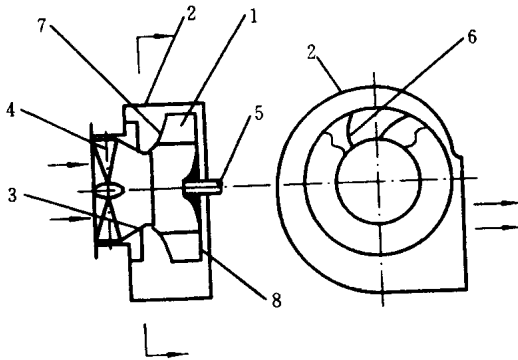
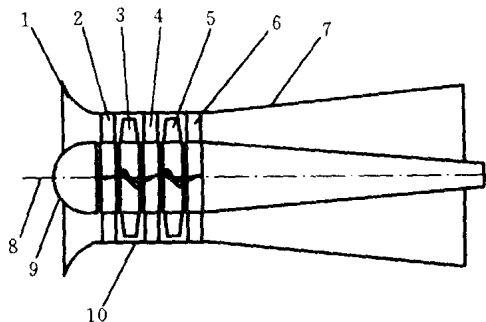

图 1-5 单级、单侧进风离心通风机示意图
图 1-6 两级轴流通风机示意图
(1) 根据风在叶轮内部的流动方向可分为离心式(气体沿轴向进入叶轮,在叶轮内转为径向流出,如图 1-5 所示)和轴流式(气体沿轴向进入叶轮,经叶轮后仍沿轴向流出,如图 1-6 所示);
(2) 根据叶轮数目可分为单级(风机内只有一个叶轮,如图 1-5 所示)和两级(风机内有两个叶轮,如图 1-6 所示);
(3) 根据风机产生的压力大小可分为低压风机(全压小于 1000 Pa)、中压风机(全压为 1000~3000 Pa)和高压风机(全压为 3000~5000 Pa)。
轴流式风机的主要零部件也是叶轮、主轴和机壳,叶轮由轮毂和叶片组成。图 1-6 所示为其结构简图,当主轴带动叶轮旋转时,叶片间的气体从旋转的叶轮中获得了能量,从轴向流出,同时叶轮入口处形成负压,使外界空气由轴向流入叶轮。叶轮连续旋转,就源源不断地输出有压气体。